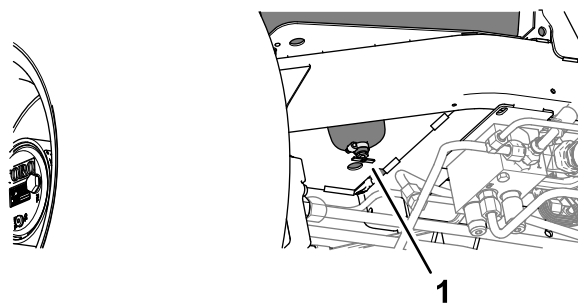

Рисунок 120
2. Поставьте сливную емкость под сливной клапан в нижней части топливного бака (Рисунок 120).